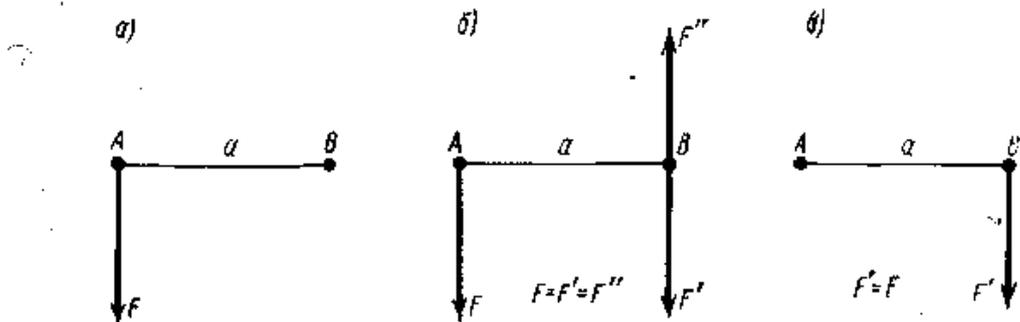

Рисунок 1
2. Вычислите момент присоединенной пары в точке В (рис. 1, б), если $F = 300$ Н; $a = 200$ мм.